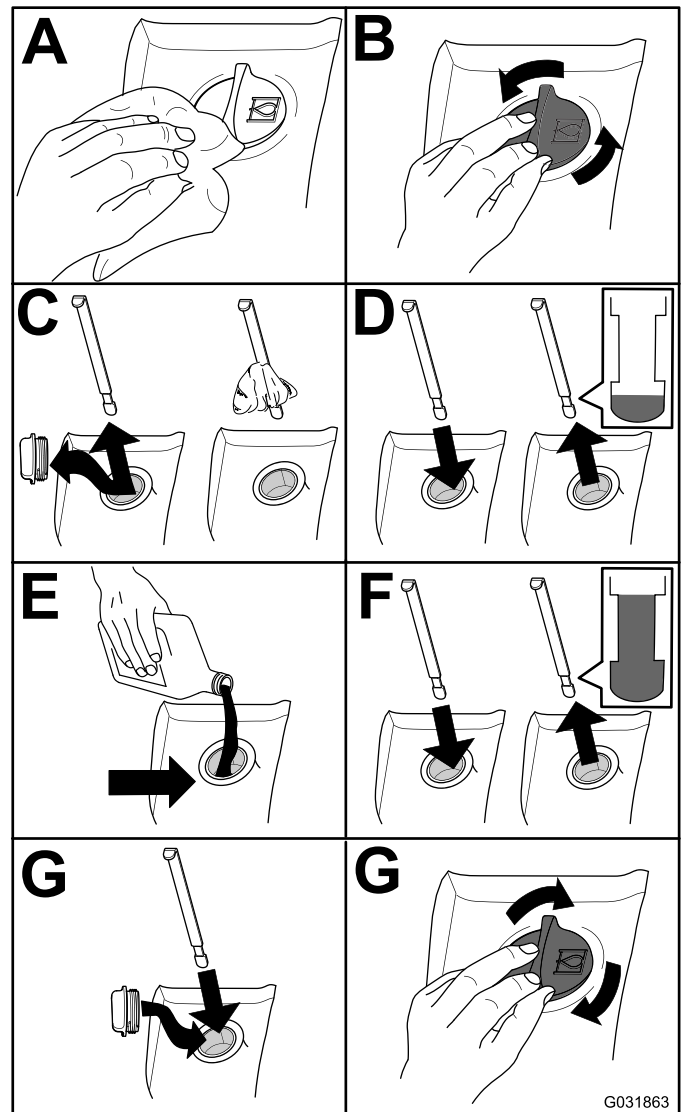

Figure 79
2. Contrôlez le niveau du liquide hydraulique (Figure 79).